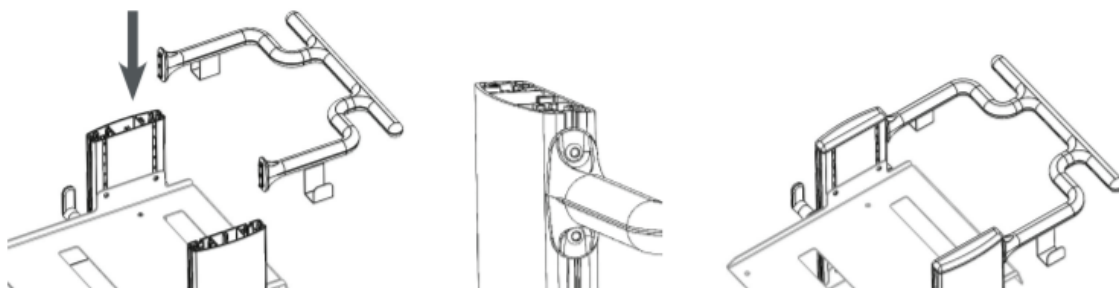

图 6 – 把手组装
- b. 用随附的 4 毫米内六角扳手拧紧推车把手上的所有 4 颗螺钉。请参阅下方图 6。